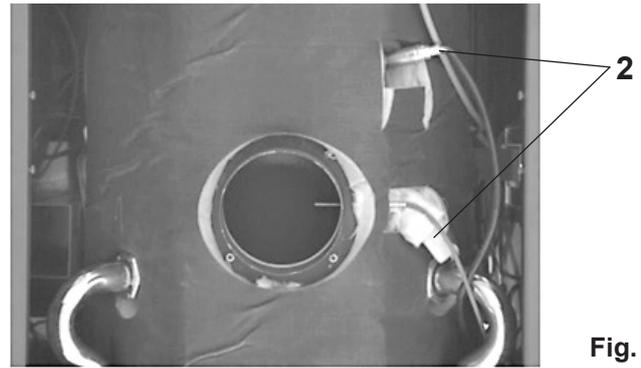

Fig. 10
2. Smontare la sonda lambda (2, Fig. 10) e pulirla con pennello e aspirapolvere.